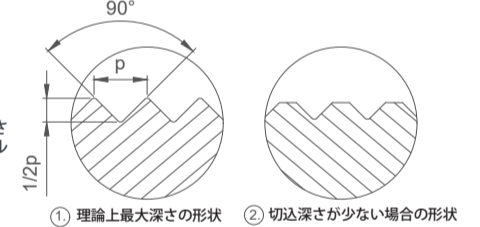

Fig. 7: 異なる山形状
正常に加工が行われると設定した加工深さに到達します。設定した深さに到達せず形状が不完全な場合は加工条件やワークの突き出し、ツールのセッティングを確認してください。理論上の最大加工深さ (1/2ピッチ) で設定すると図7の①のような形状になります。切込み深さが小さかったりワークが逃げる②のような形状になります。